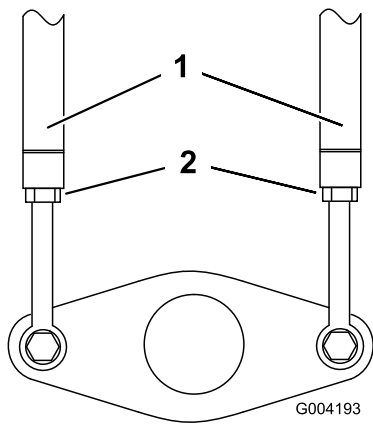

Figura 51
3. Afloje las contratuercas de las varillas de tracción, debajo del panel de control (Figura 51).